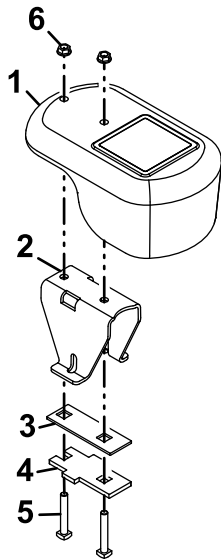

Figure 7
- Fixez les plaques à la masse à l'aide des boulons (3/8" x 2 1/2") et écrous (Figure 7).